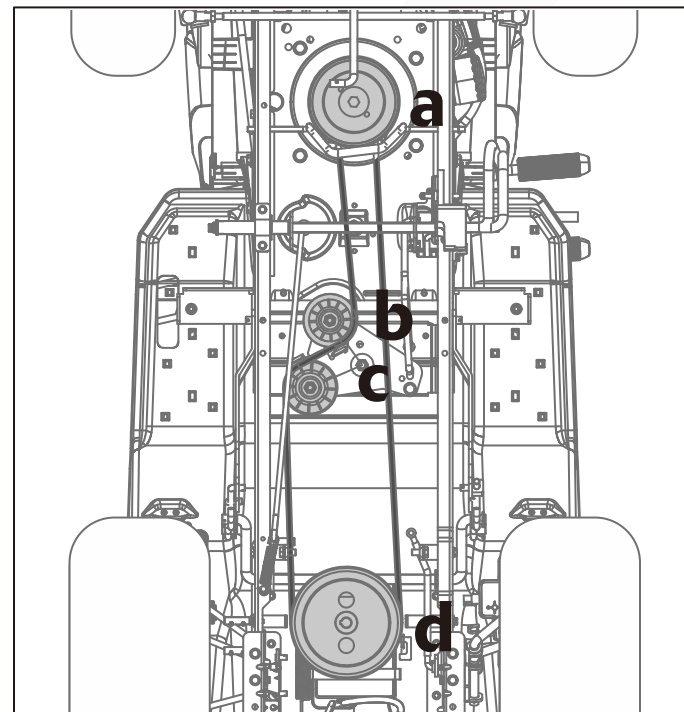

Fig. 27
2. Retire los ensamblajes de la polea de transmisión (a, Fig. 27) al retirar los pernos que los aseguran al eje de salida del motor.
3. Retire las dos poleas (b y c, Fig. 27) al retirar las tuercas que las aseguran al soporte de montaje.
4. Quite la correa de la polea de transmisión. (d, Fig. 27)